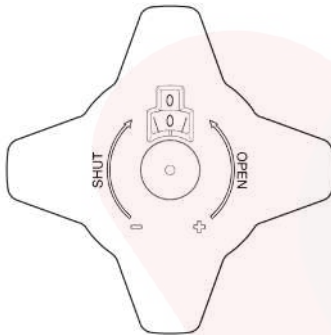

Рисунок 5
2. Полностью закрыть клапан, настройка на маховике должна соответствовать значению 0.0 (рисунок 5). Для закрытия/открытия клапана запрещено применять дополнительный рычаг;